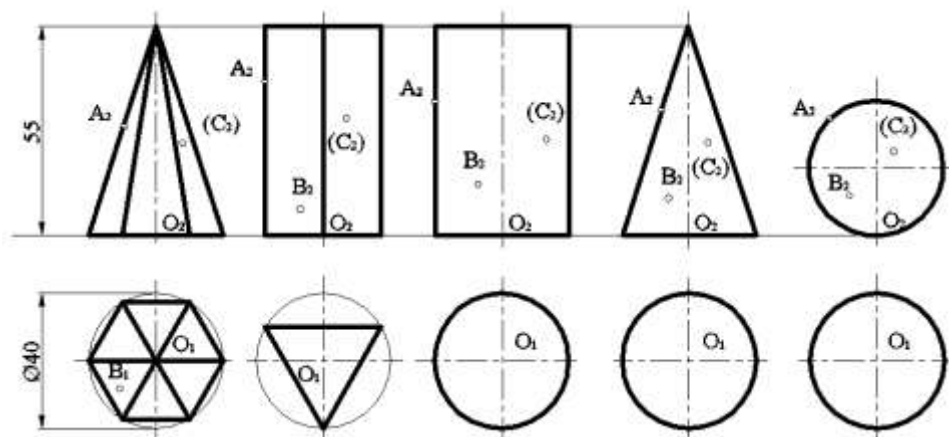

Рисунок 16 - Проекция геометрических тел
2. Проанализируйте положение каждого тела по отношению плоскостей проекций и друг друга, см. рис. 16;
2. На формате А4 выполнить аксонометрию группы тел согласно варианту, рис.16.